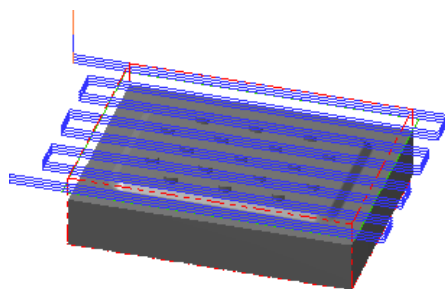

图 25.10 刀具路径
Step11. 单击“2D 刀具路径 – 平面铣削”对话框中的  按钮，完成加工参数的设置，此时系统将自动生成图 25.10 所示的刀具路径。